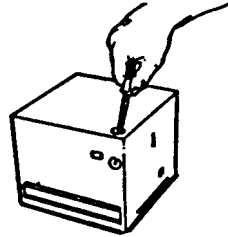

FIG. 4
3. Slide adjustable mounting brackets into bracket channels on housing. NOTE: Housing may be mounted directly to joist using holes and slots provided. Use brackets for additional support. (FIG. 4)
3. Deslice los soportes ajustables de montaje en los canales para soporte de la caja. NOTA: La caja se puede montar directamente a la viga usando los agujeros y las ranuras que se incluyen. Use los soportes para apoyo adicional. (FIG. 4)